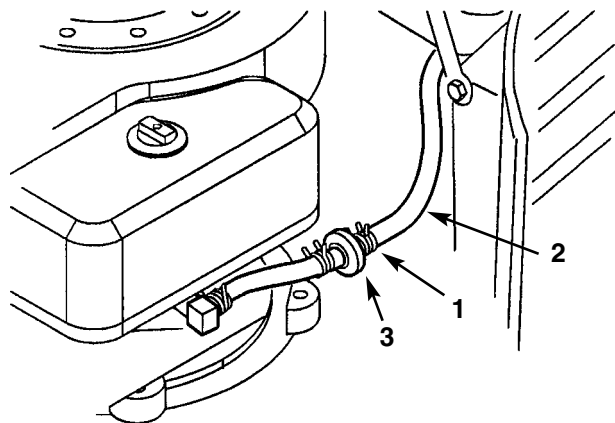

Fig. 26
- Parkér klipperen slik at venstre frontside er litt lavere enn høyre side. Dette vil sikre at tanken tømmes fullstendig. Koble deretter knivkontrollen fra, sett på parkeringsbremsen og dreii tenningsnøkkelen til "OFF" (AV) for å stoppe motoren.
- Trykk endene av slangeklemmen sammen og skyv den opp langs slangen mot tanken (fig. 26).
- Trekk slangen av filteret (fig. 26) og la bensinen renne ned i en egnet beholder e.l.
Filteret bør skiftes når tanken er tom (fig. 26). Et skittent filter som er fjernet fra slangen må aldri settes tilbake igjen.
1. Koble knivkontrollen fra, sett på parkeringsbremsen og dreii tenningsnøkkelen til “OFF” (AV) for å stoppe motoren.
3. Trykk endene av slangeklemmene sammen og skyv dem bort fra filteret (fig. 26).